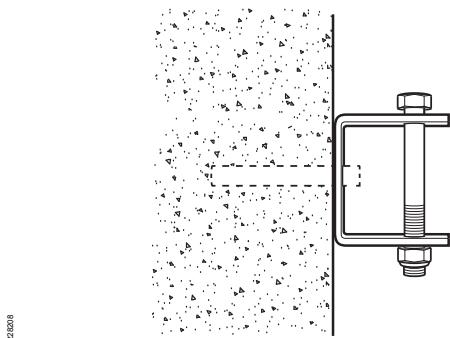

Fig. 8: Endebrakett til betongvegg, festeløsning i betongveggen medfølger ikke.
- Endebraketter til vegger av betong, bjelker eller stolper 70 x 70, se Fig. 8.